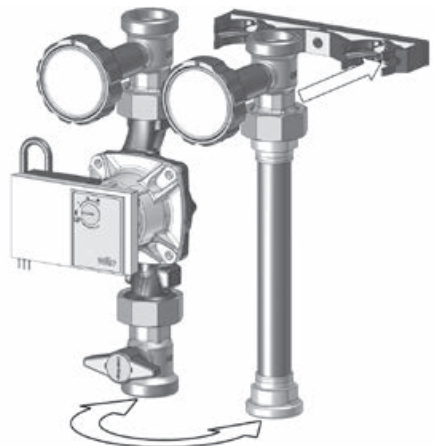

Abb. 12
4. Pumpenstrang links und Flanschrohr rechts in die Wandhalterung einstecken (Abb. 12).